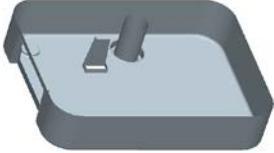
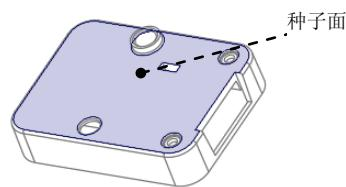

图 20.5 创建复制曲面
图 20.6 定义种子面
Step3. 通过曲面“复制”的方法，复制参考模型 housing 的外表面，如图 20.5 所示（为了方便选取图元，将坯料遮蔽）。
(1) 采用“种子面与边界面”的方法选取所需要的曲面。用户分别选取种子面和边界面后，系统则会自动选取从种子曲面开始向四周延伸直到边界曲面的所有曲面（其中包括种子曲面，但不包括边界曲面）。在屏幕右下方的“智能选取栏”中选择“几何”选项。
(2) 下面先选取图 20.6 所示的“种子面”(Seed Surface)。